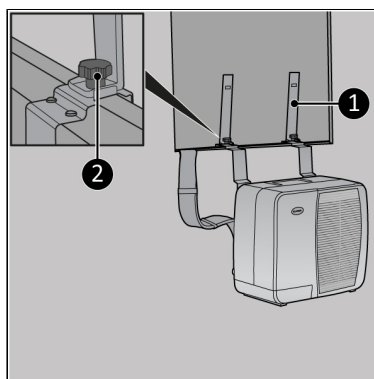

Figura 73.
- Fissare le staffe superiori da caravan (Figura 73, pos. 1) alle staffe inferiori serrando il tappo a vite su ciascuna staffa (Figura 73, pos. 2).